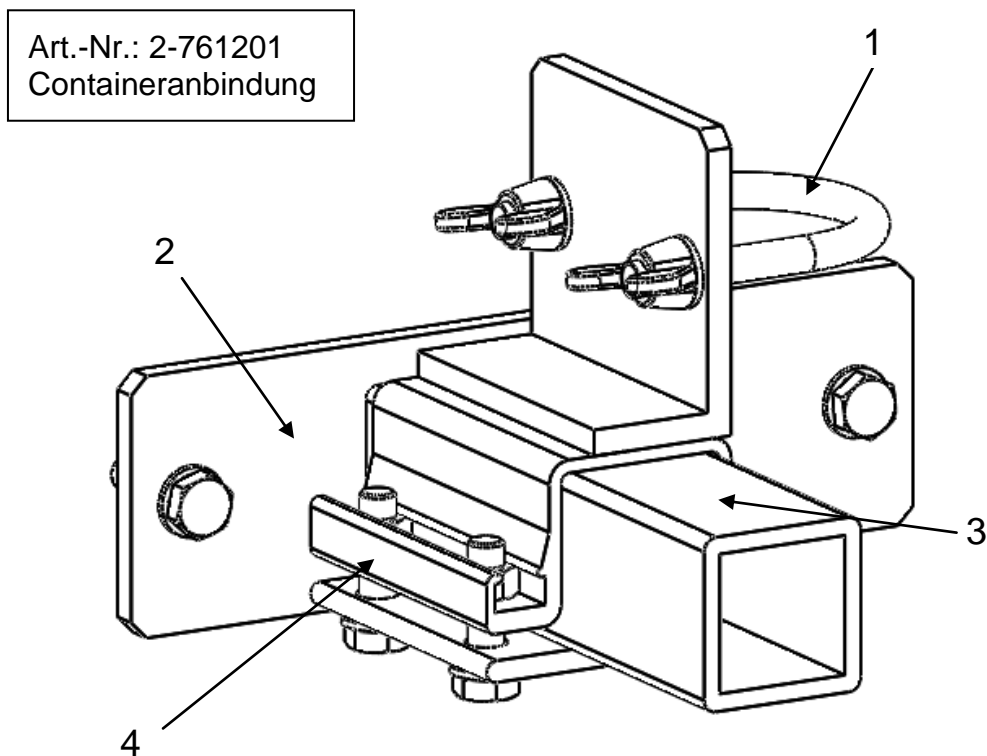
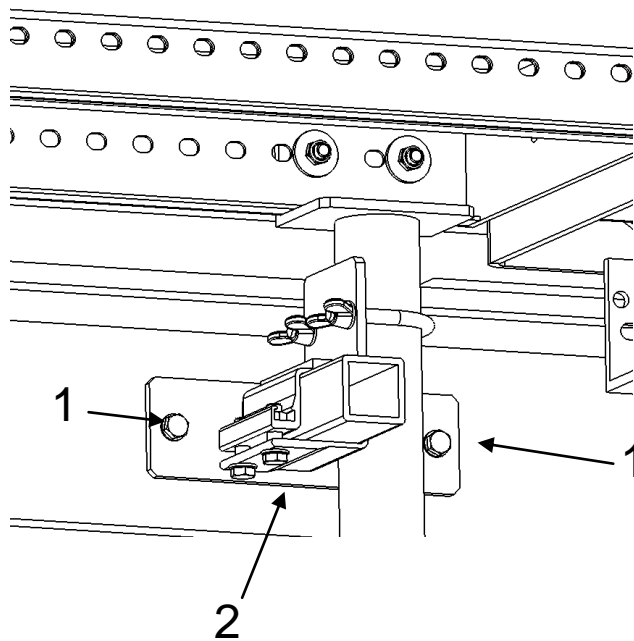

Abb. 59: Anbindung seitlich an den Container über bauseitig anzubringende Bohrung
Abb. 60: Containeranbindung seitlich: komplett montiert
Als zusätzliche Sicherung zur Konsolenanbindung des Laufstegs gegen Wegkippen vom Container, muß der Laufsteg über die Stütze mit der in Abb. 59 und Abb. 60 dargestellten Anbindung (Art.Nr. 2-761201) fixiert werden. Die Schrauben zur Fixierung am Container sind nicht im Lieferumfang enthalten.
1. Zuerst den Bügel Abb. 59/1 lösen und diesen zum Anpassen um die Stütze, gemäß Abb. 60, komplett in der gewünschten Höhe befestigen.
2. Die Markierungen (Abb. 60/1) für die Bohrung setzen.
5. Nun kann zuerst die Fußplatte (Abb. 59/2) an den Container verschraubt werden.
6. Das Klemmprofil (Abb. 59/4) wird mit dem demontierten Bügel auf den Grundsteg (Abb. 59/3) an die entsprechende Position geschoben.
8. Abschliessend das Klemmprofil mit ca. 10 Nm (Abb. 60/2) verschrauben.